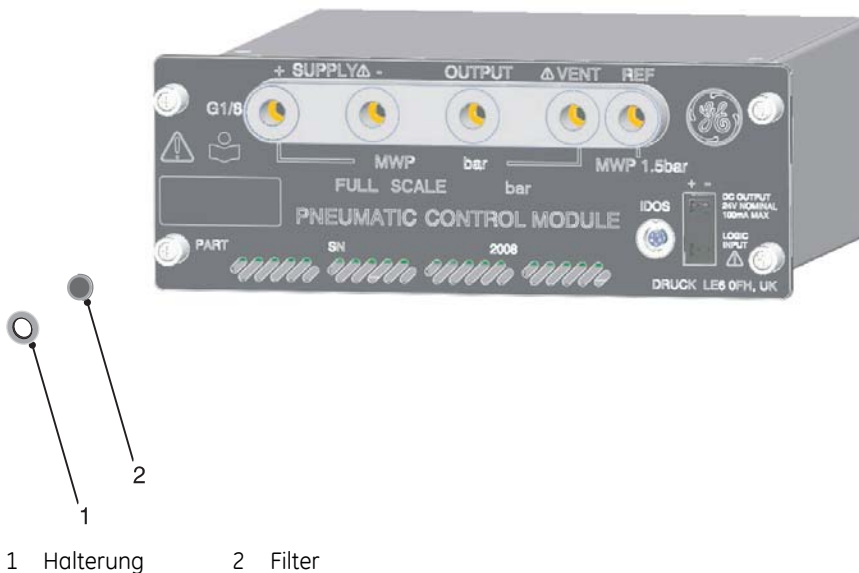

Abbildung 4-2: Filter des Druckmoduls
4.8 Filteraustausch (Abb. 4-2)